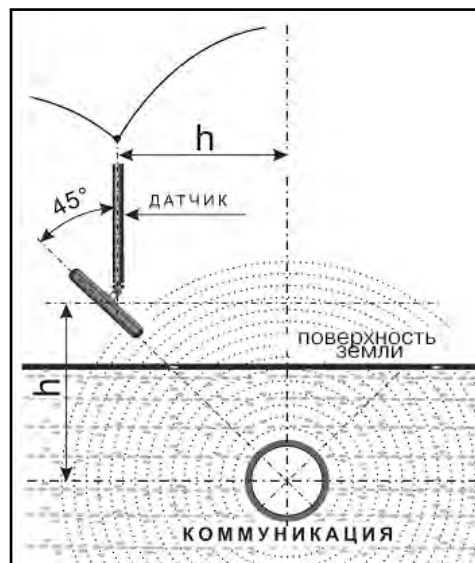

Рис. 6.1
2. При положении антенны ЭМД перпендикулярном трассе и под углом  $45^\circ$  к поверхности земли, минимум сигнала наблюдается на удалении от точки «над трассой», равном глубине залегания коммуникации, когда ось антенны пересекает ось трассы. Это косвенный метод измерения глубины залегания коммуникации (рис. 6.1)